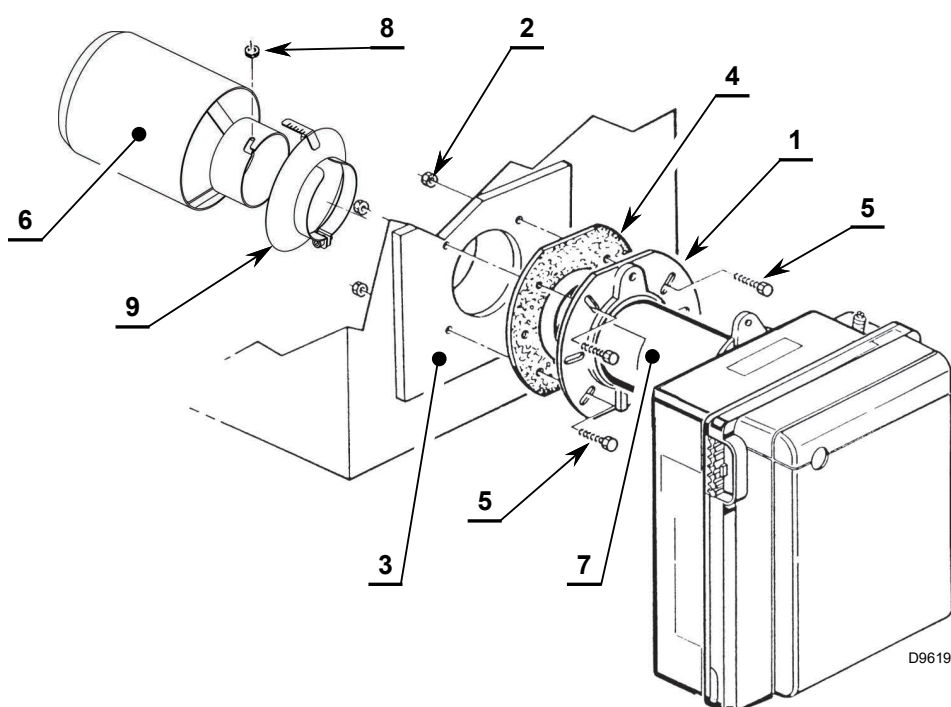

Fig. 10
- Fixați flanșa 1) pe ușa centralei 3) cu ajutorul șuruburilor 5) și (dacă este necesar) al piulițelor 2) prin introducerea ecranului izolator 4)(Fig. 10).
- Introduceți conducta de recirculare 6) pe duza arzătorului 7) și fixați-o cu piulița 8)(Fig. 10).